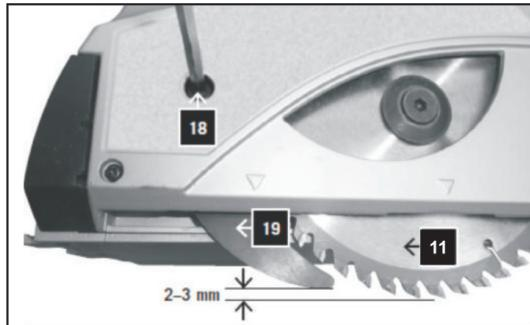

Рис. 7
При заглублении пильного диска (поз. 11, Рис. 7) расклиниватель (поз. 19, Рис. 7) заглубляется вместе с ним. При максимальном заглублении пильного диска край расклинивателя должен не доходить до края диска 2-3 мм (Рис. 7).
- ослабить винт крепления расклинивателя (поз. 19, Рис. 7)
- зафиксировать расклиниватель винтом (поз. 18, Рис. 7)